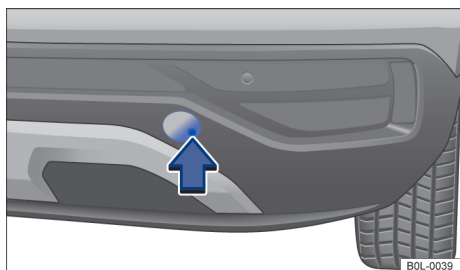

图 121 后保险杠上右侧：取下盖板
- 沿箭头方向按压盖板的右侧区域 → 图 121，松开盖板的卡止件。